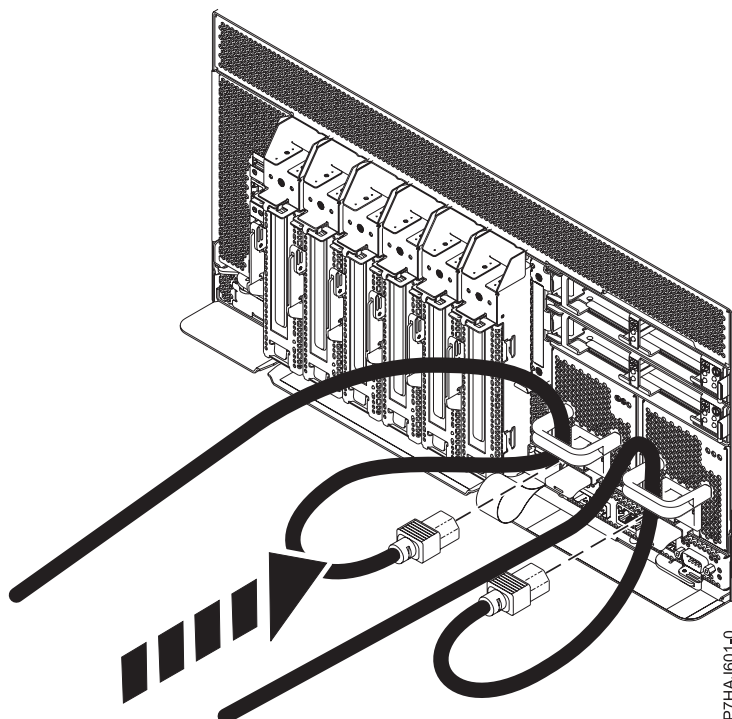

Figura 9. Conexión de los cables de alimentación
2. Vuelva a conectar el cable de alimentación a la unidad del sistema, como se muestra en la Figura 9 en la página 25. Asegúrese de pasar los cables por las asas.